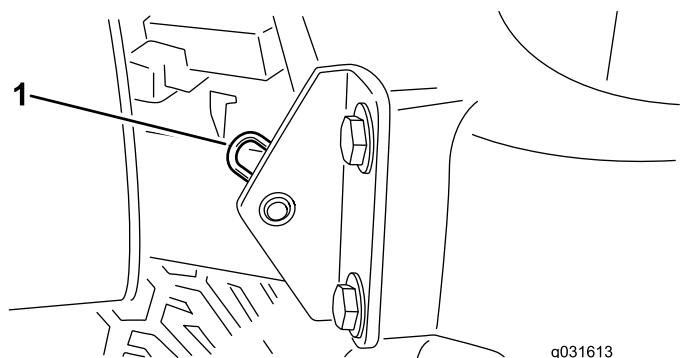

Figura 61
2. Tire o perno de gancho que fixa a articulação do capot aos suportes de montagem (Figura 61).